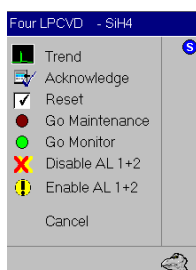

Figure 10 : Pop-up capteur de gaz
- Une fenêtre pop-up s'ouvre (Figure 10)